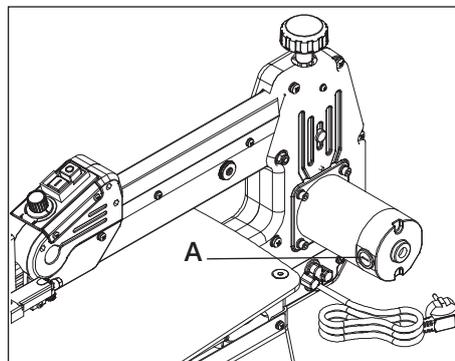

Рисунок 19.
- ослабьте крепление щеткодержателя **A** (рис. 19) и осторожно выньте щетки из двигателя; запомните, в какой ориентации были вставлены старые щетки, замените щетки, если поджимная пружина повреждена;